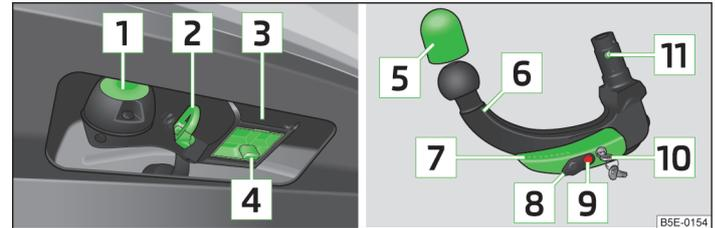

Abb. 142 Träger der Anhängevorrichtung / Kugelstange
- Die Abdeckkappe **4** » Abb. 142 auf Seite 166 auf den Aufnahmeschacht stecken.
- ▶ Die Schutzkappe **B** » Abb. 142 auf Seite 166 vor dem Ankuppeln des Anhängers nach oben abnehmen.